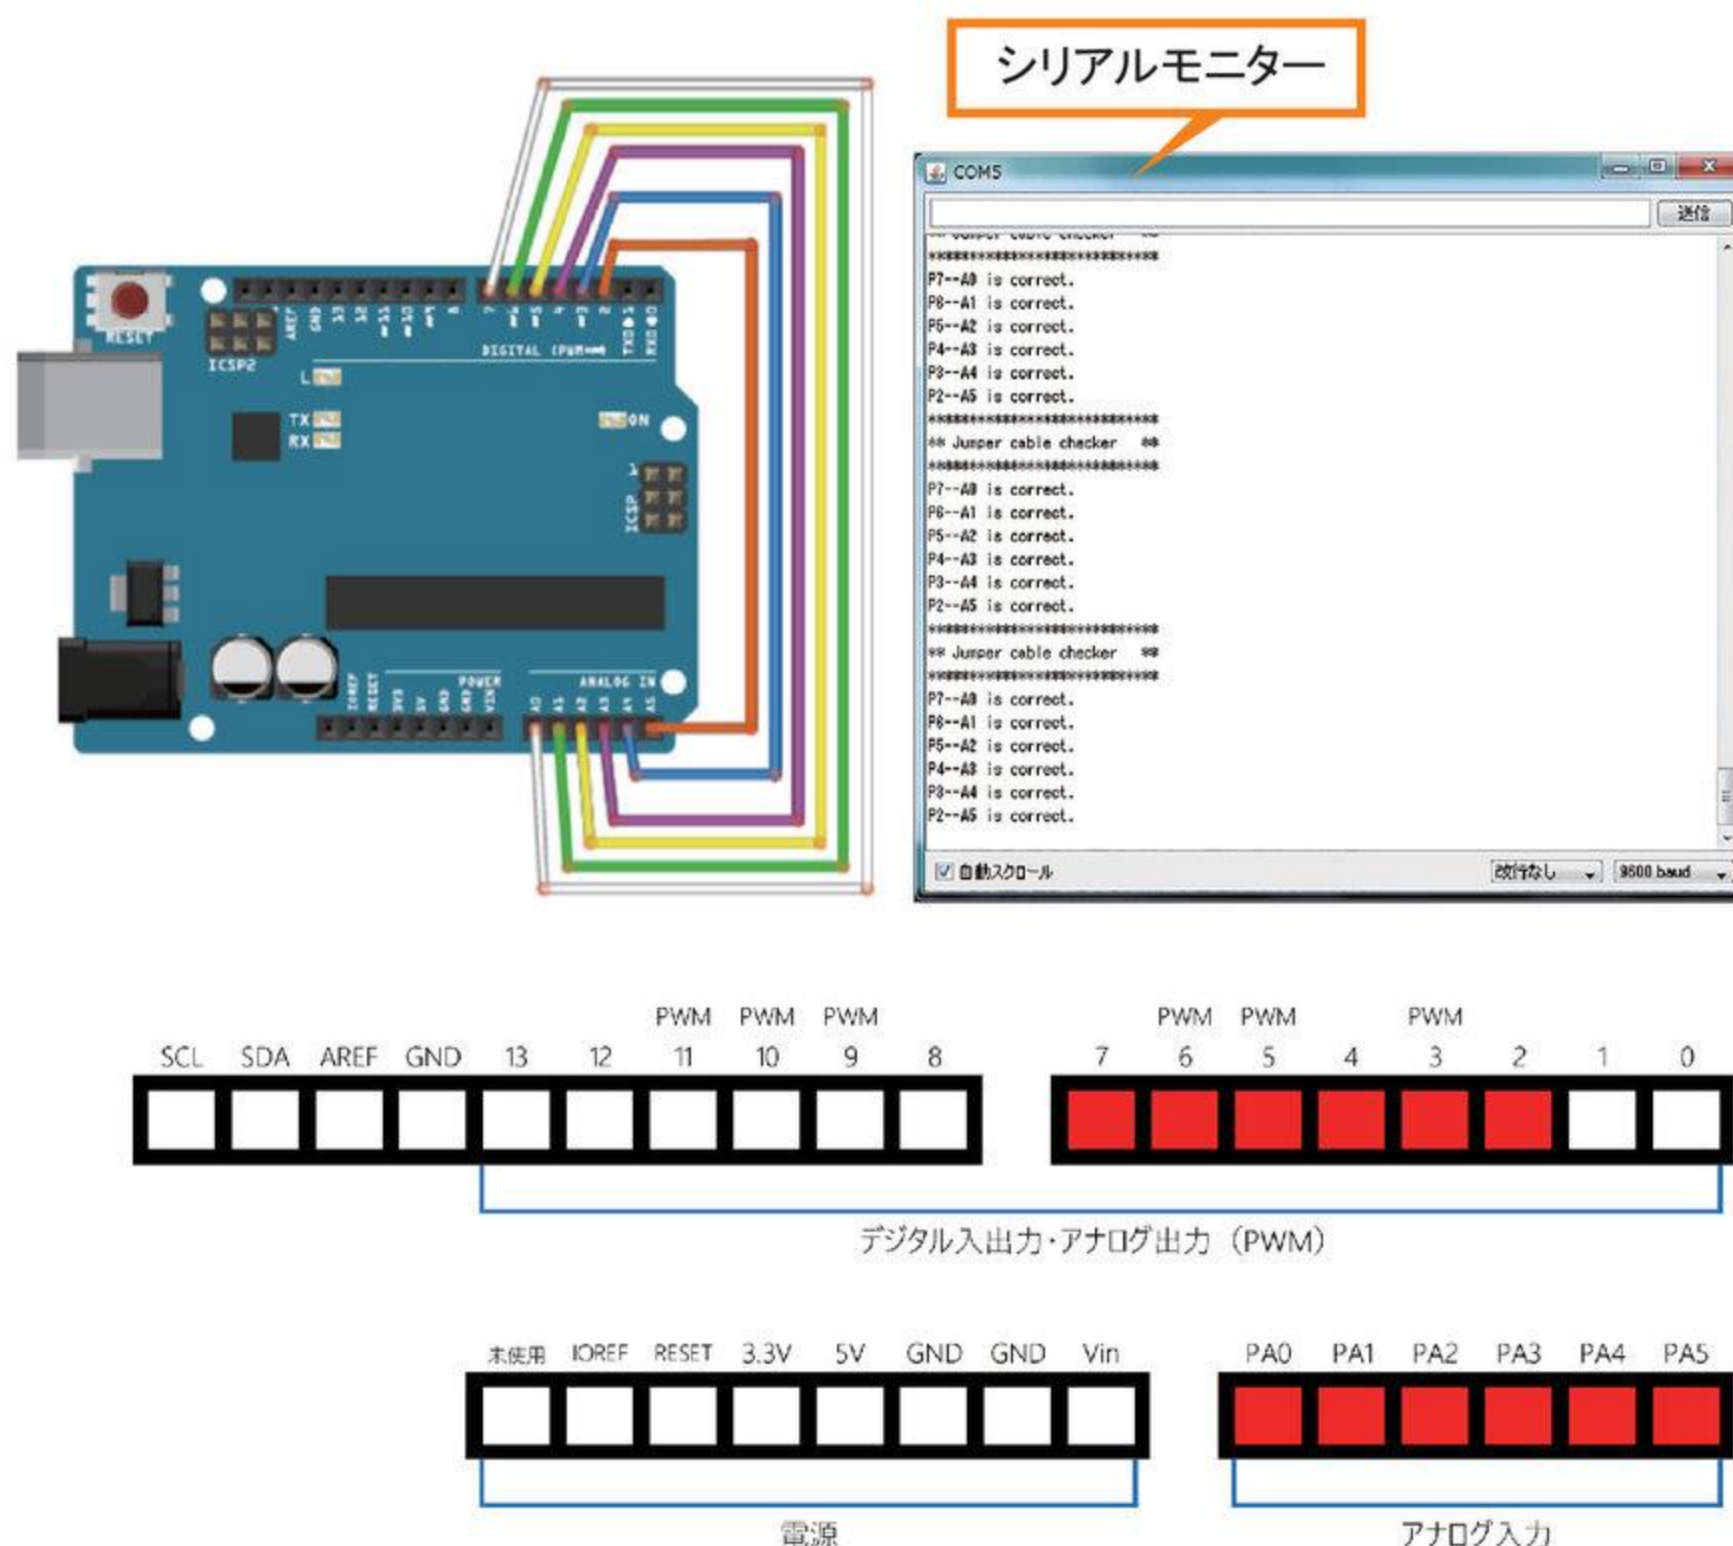

図0-1 ジャンパー線チェックプログラムおよびマイコンボードの入出力詳細図
- 図0-1のようにジャンパー線をつなぎ、以下のプログラムを実行してください。